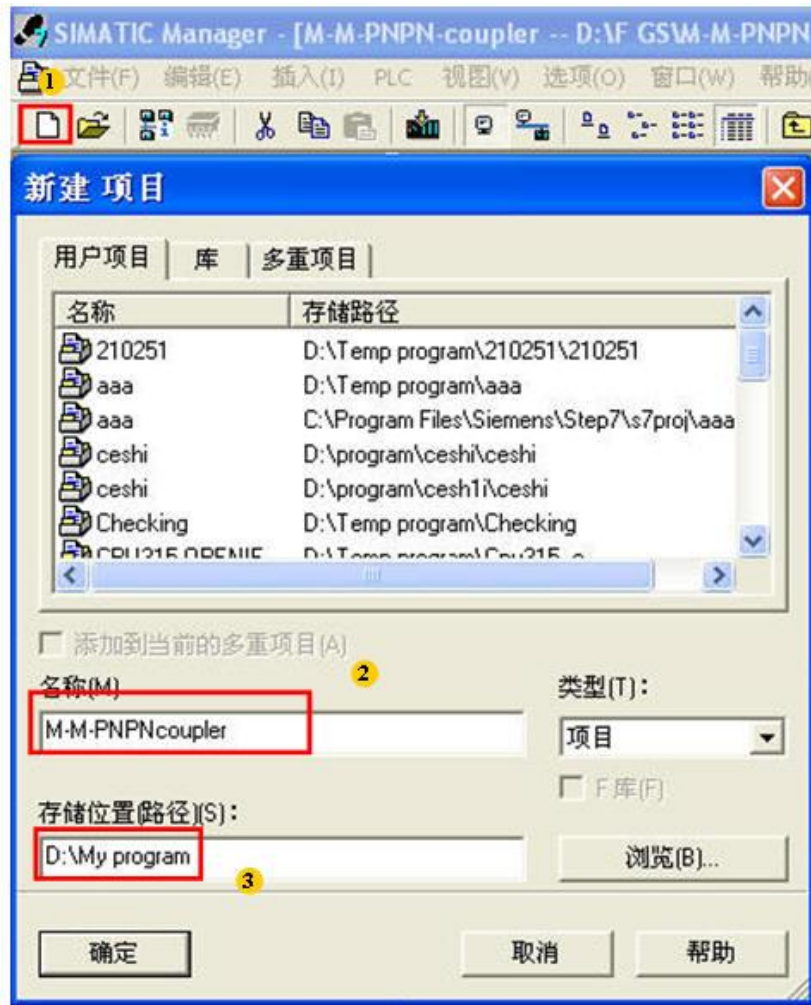

图 2-1 创建项目
- 1) 打开 **STEP7** 软件，点击“新建项目”输入项目名称，设置项目文件存储路径；点击”确定“，完成项目创建，如图 2-1